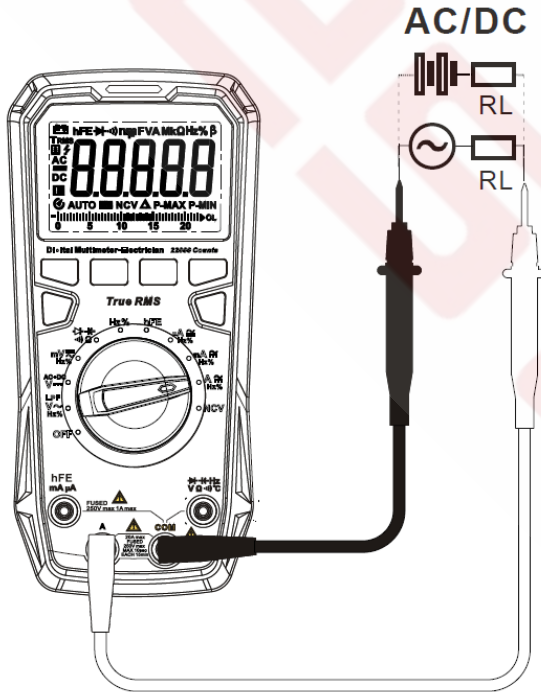

Рисунок 15
8.12. Измерение постоянного и переменного тока (см. рисунок 15)